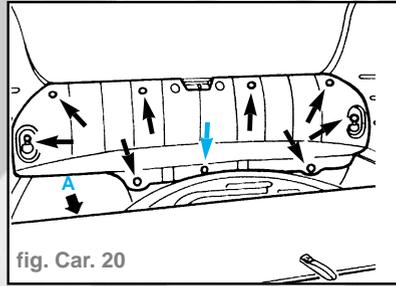

fig. Car. 20
- Dévisser la vis de fixation (B) du pare-chocs à l'aile AR.
- Déposer le revêtement du plancher du coffre à bagages (A) (fig. Car. 20).